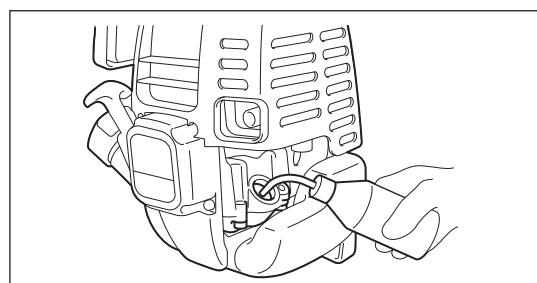

Fig. 3
- För att hålla oljestickan ren är det lämpligt att fästa den med dess vred i motorkåpan, såsom visas i Fig. 3.